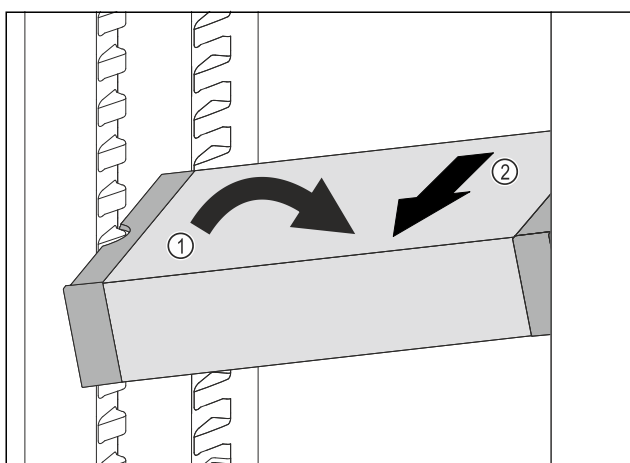

Fig. 103
- Plasser VarioSafe skrått i kjøleskapet. Fig. 103 (1)
- Ta ut VarioSafe ved å trekke den forover. Fig. 103 (2)